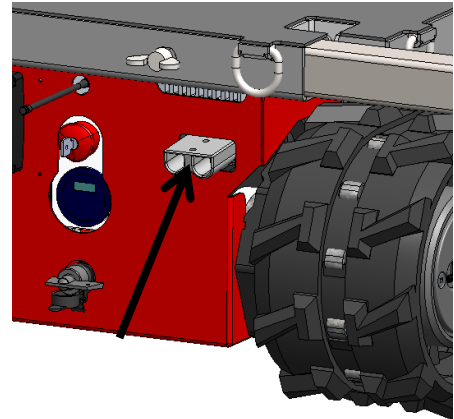

Figure 17
- La grande fiche du convertisseur est enfichée dans la multiprise présente sur le Chariot Transporteur (Figure 17).